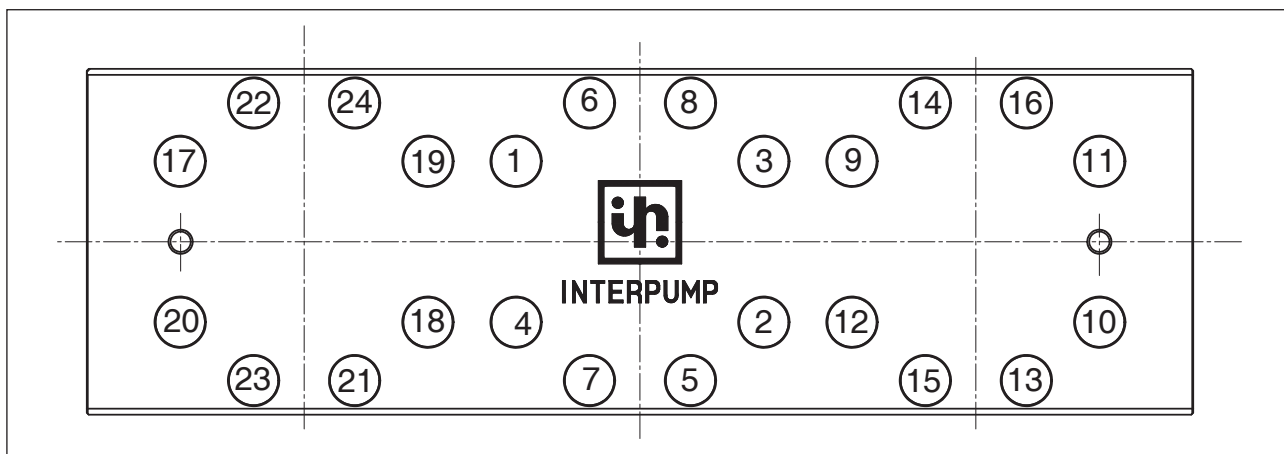

Fig. 197
**Serrare le 24 viti M16 come riportato nello schema in Fig. 197.**